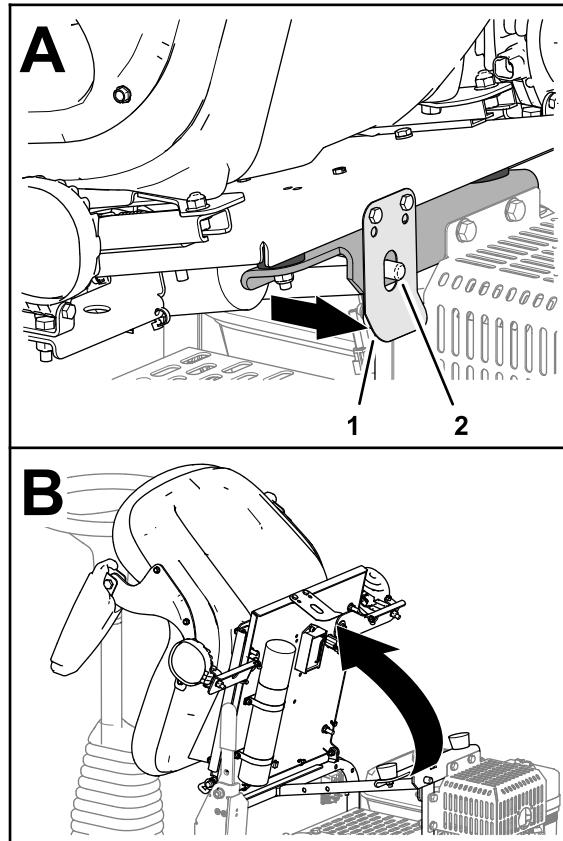

Figura 23
1. Tirate indietro il fermo del sedile fino a quando non supera il perno del fermo del sedile (Figura 23).
2. Inclinate il sedile in avanti (Figura 23).